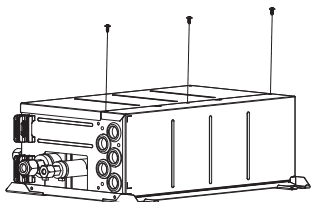

Fig. 4-5
4.1. A direcção da tubagem pode ser alterada. (Fig. 4-4). [Procedimentos de trabalho] (Fig. 4-5)
① Remova os parafusos em cada parte.